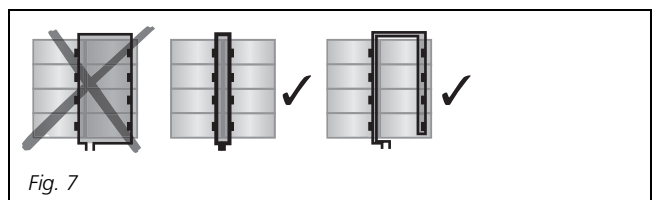

Fig. 7
- Evitare grandi spire di conduttori (vedere Fig. 7).